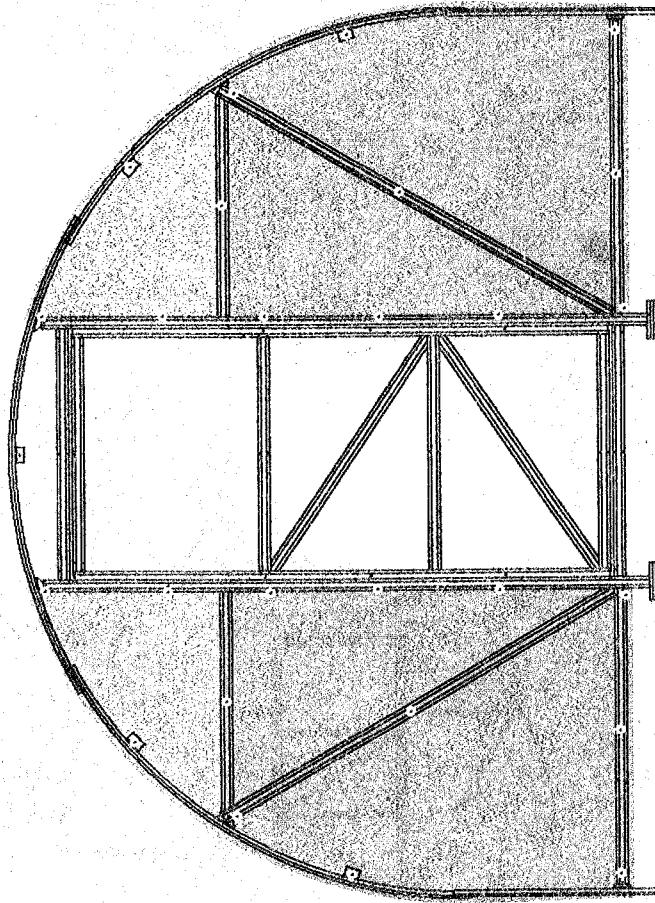

Рис. 10 Крепление боковых частей покрытия
- 3.7.8. Сверлом M4 просверлите отверстия в покрытии в отмеченных местах и присоедините боковую деталь к торцу на винты M4x14 и M4x25 с оцинкованными шайбами (см. рис. 10).